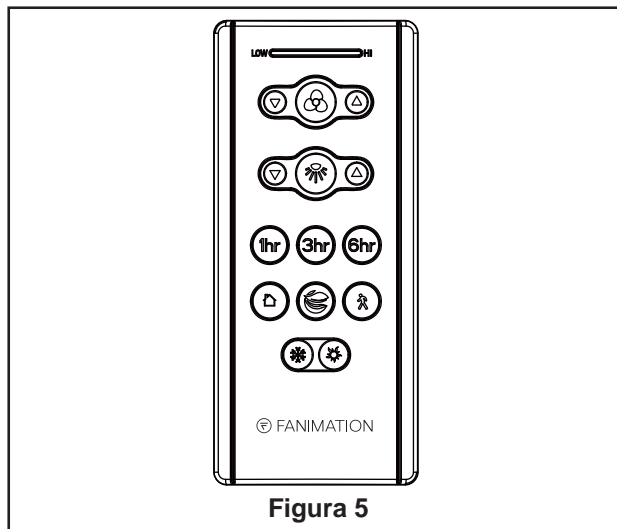

Figura 5
5. Alinee las “marcas” de la carcasa superior con los tornillos al lado de puntos rojos de la bandeja de cableado y gire la carcasa superior en el sentido de las sinistrósum para conectarla con la bandeja de cableado. (Figura 5)
7. Funciones del control remoto: (Figura 5)